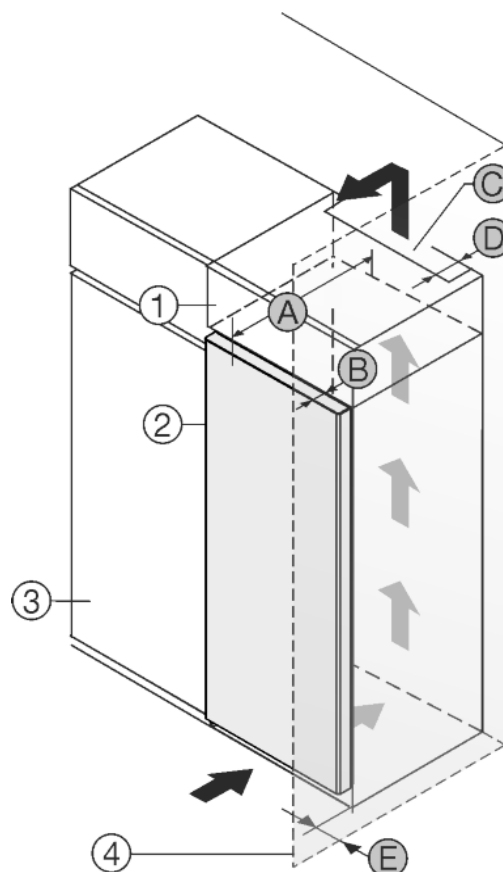

Fig. 28
Устройство может быть окружено кухонными шкафами. Чтобы уравнивать устройство *Fig. 28 (2)* по высоте с кухонной стенкой, можно установить над устройством дополнительный шкафчик *Fig. 28 (1)*.
Установить устройство можно непосредственно рядом с кухонным шкафом *Fig. 28 (3)*. Чтобы можно было полностью открыть двери, устройство должно выступать на глубину *Fig. 28 (B)* относительно передней стенки кухонного шкафа. В зависимости от глубины кухонных шкафов и использования пристенных распорок устройство может выступать и больше.
- На задней стенке дополнительного шкафчика должен быть вентиляционный канал с глубиной *Fig. 28 (D)* по всей ширине этого шкафа.
- Нужно соблюдать вентиляционное отверстие *Fig. 28 (C)* под нижней панелью.
Если устройство установлено на шарнирах у стены *Fig. 28 (4)*, то нужно соблюдать расстояние *Fig. 28 (E)* между устройством и стеной.